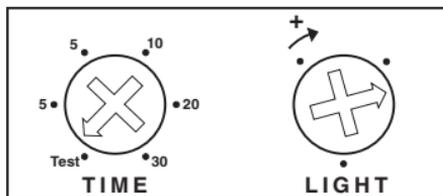

Figura 6 - Panel de control
- Para probar, use un destornillador phillips pequeño y gire el control de TIEMPO (TIME) a la posición PRUEBA (TEST) (vea la Figura 6).